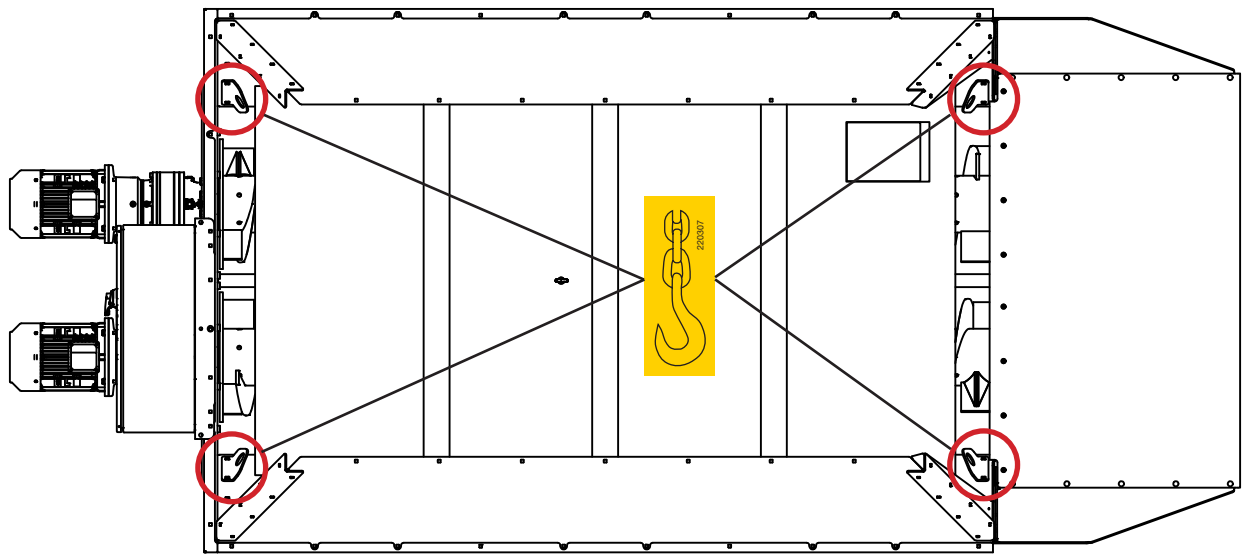

Fig. 9
Bruk bare godkjent løfteutstyr. Maskinens vekt er oppgitt i avsnittet "Tekniske data". Plassering av heisepunkt se **Fig. 9**
- Heis maskinen med stropper festet i maskinens heisepunkter. **Se Fig. 9**